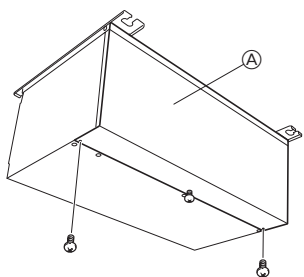

Fig. 9-1
1. Rimuovere le viti nel coperchio. (Fig. 9-1)